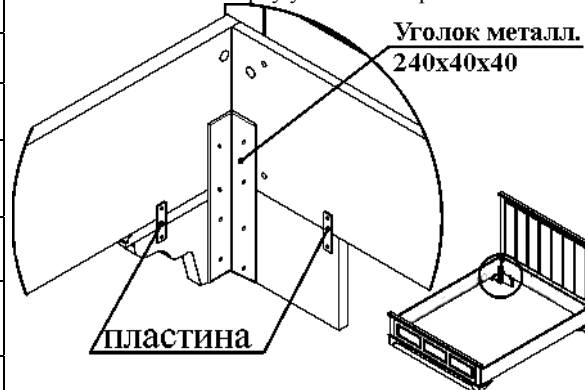

Рис. 8 - Соединение пластиной ФБ-464-00-00.
2.3 Установите собранные царги на щит цоколя спинки ножной (3) и опоры (7,8). Соедините царги продольные (5,6) и спинку ножную (2) стяжкой ФРМЗ 212.00 закрутив винт (Рис.5). На другой стороне совместите отверстия в пластинах опор с насверленными в царгах отверстиях (Рис.8) и закрутите шурупы-саморезы 4x16мм.
4. В отверстия в уголке металлическом 240x40x40 (Рис.8) закрутите шурупы-саморезы 4x20мм.